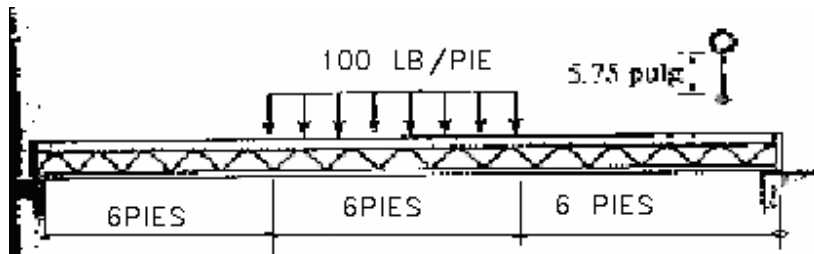

Figura 7.-
- 7.- La armadura simplemente apoyada de la figura 7 está sometida a la carga central distribuida. Desprecie el efecto de la celosía diagonal y determine el esfuerzo máximo absoluto de flexión en la armadura. El miembro superior es un tubo con un diámetro exterior de 1 pulg. y un espesor de 3/16 plg; el miembro inferior es una barra sólida con diámetro de 1/2 pulg.